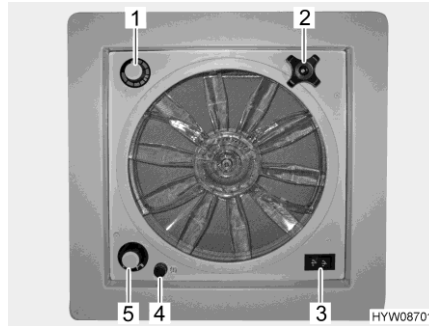

Bild 74 Dachhaube mit Ventilator
- ▷ Eine Sicherung 4 A (Bild 74,4) schützt den Ventilatormotor vor Überlastung. Wenn eine Überlastung aufgetreten ist: Zuerst Ursache ermitteln und beseitigen (z. B. Verschmutzung des Ventilators), erst dann Sicherung ersetzen.
- Dachhaube öffnen:* ■ Drehgriff (Bild 74,2) drehen, bis der gewünschte Öffnungswinkel erreicht ist.
- Belüften/entlüften:* ■ Kippschalter (Bild 74,3) auf "Belüften" (Luftstrom von außen nach innen) oder "Entlüften" (Luftstrom von innen nach außen) schalten.
- Ventilator ausschalten:* ■ Kippschalter (Bild 74,3) auf Mittelstellung schalten.
- Ventilatorgeschwindigkeit einstellen:* ■ Drehschalter (Bild 74,5) auf gewünschte Stufe stellen:
- Temperatur einstellen:* ■ Thermostat (Bild 74,1) bis zum Anschlag in Richtung "blau" drehen.
- Sicherung wechseln:* ■ Schwarze Kappe (Bild 74,4) eine Viertelumdrehung gegen den Uhrzeigersinn drehen.